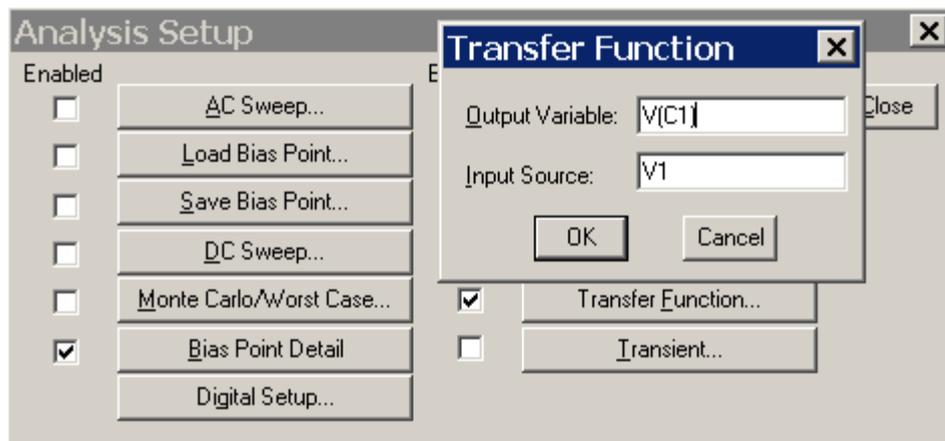

Рисунок 1.5 – Настройка параметров анализа для расчета малосигнальной передаточной функции в режиме по постоянному току
1.5.1 С помощью меню **Analysis > Setup** открыть окно **Transfer Function** (рис. 1.5). В поле **Input source** ввести имя входного источника. В поле **Output variable** ввести обозначение выходного параметра.